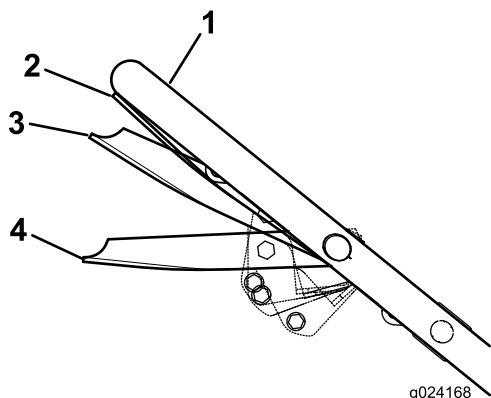

Figura 15
- Sujete la barra de control de la cuchilla en la posición de marcha/cambio, unos 2.5 cm (1") por debajo del manillar (Figura 15).